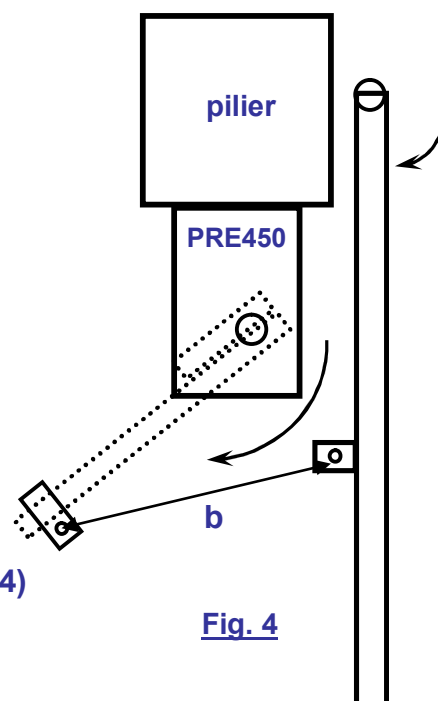

Fig. 4
8. amenez le bras en position ouverte, ouvrez le battant et mesurez la cote « b » (voir fig. 4)